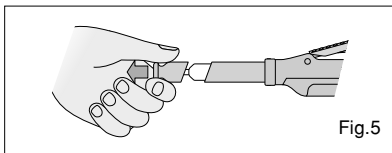

Fig.5
4. Remove the cover. (Fig.5)
4. Den Deckel entfernen. (Fig.5)